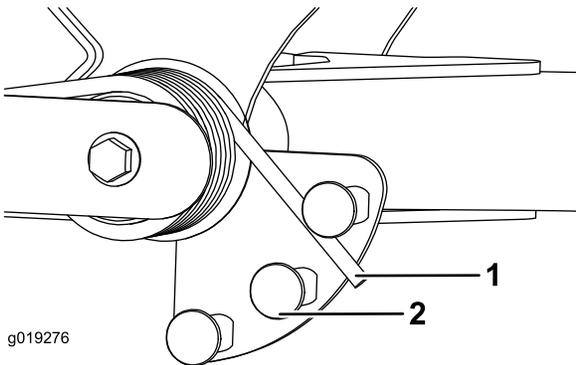

图37
2. 将一个管子或类似物体插入长弹簧一端，并将其围绕弹簧传动器旋转至所需位置（图37）。